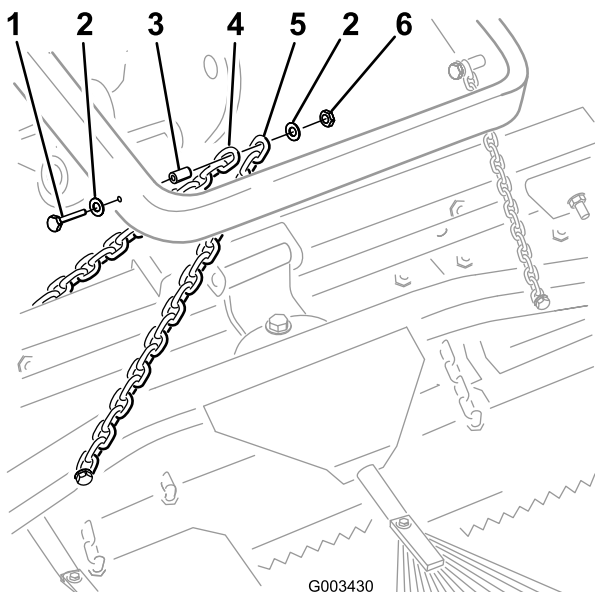

図 5
3. ボルト (3/8 x 2-1/2 in)、ワッシャ2枚 (3/8 x 7/8 in)、スペーサ、フランジ・ナット (3/8 インチ) を使って、移動走行用チェーンのそれぞれの先端のリンクを昇降アームの後部に取り付ける (図 5)。